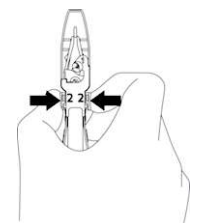

図 2 カバーの取り外し
- ③ カバーのリリーススタブ（刻印 2）を矢印の方向につまみながら持ち上げ、カバーをケースから取り外す（図 2）。